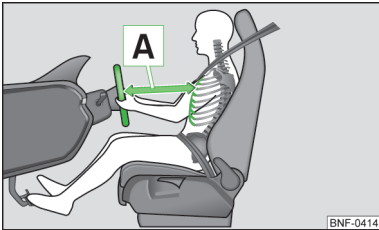

Fig. 86
- > Reglați volanul în așa fel, încât distanța dintre volan și torace să fie de cel puțin 25 cm **A** » fig. 86.